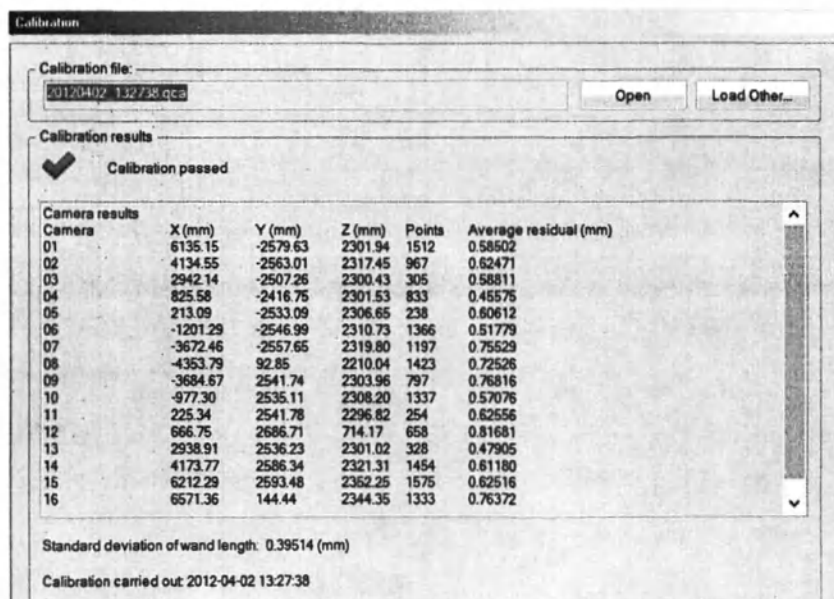

Рис. 77 Результат успешно пройденной калибровки в диалоговом окне Calibration (Калибровка).
9. Проверьте в диалоговом окне, прошла ли калибровка успешно, и кликните ОК (Рис. 77).